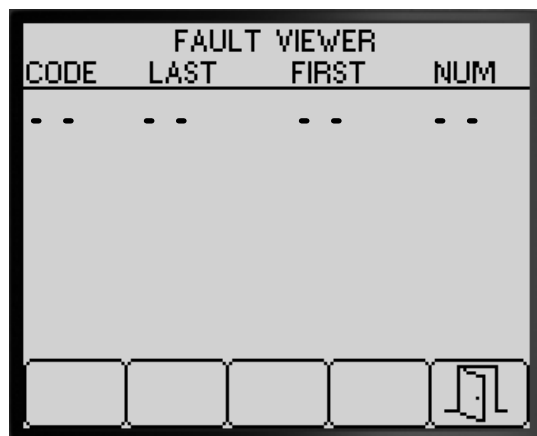

Figure 87
3. Recherchez les anomalies causées par le système dans l'afficheur d'anomalie (Figure 87).
4. Appuyez sur le bouton 5 pour quitter l'écran FAULT VIEWER et retourner à l'écran DIAGNOSTICS (Figure 87).
4. Appuyez sur le bouton 5 pour quitter l'écran À PROPOS et retourner à l'écran DIAGNOSTICS (Figure 87).